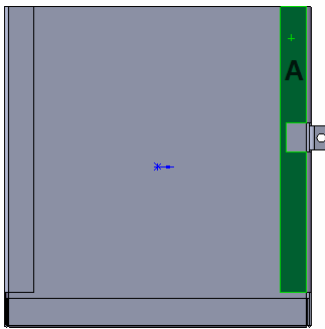

图 10-83 选择基准面
⑥ 选择绘图基准面。单击如图 10-83 所示的钣金件面 A，单击“标准视图”工具栏中的“正视于”图标，将该面作为绘制图形的基准面。
⑦ 绘制草图。在如图 10-83 所示的基准面上，单击“草图”工具栏中的“矩形”图标，绘制 4 个矩形，标注其智能尺寸，如图 10-84 所示。